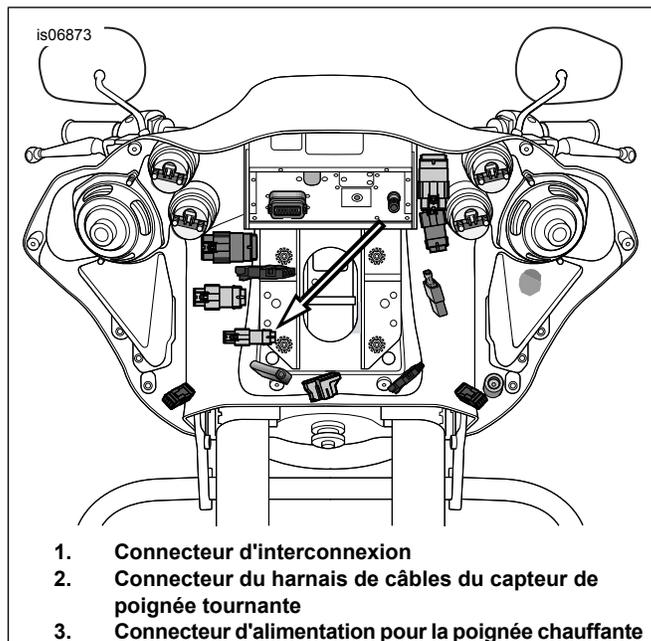

Figure 7. Connecteur du faisceau de câbles du capteur à poignée tournante (modèles FLTR)
4. > Voir la Figure 7. Connecter la moitié du connecteur TGS de la poignée droite à la moitié du connecteur du harnais.